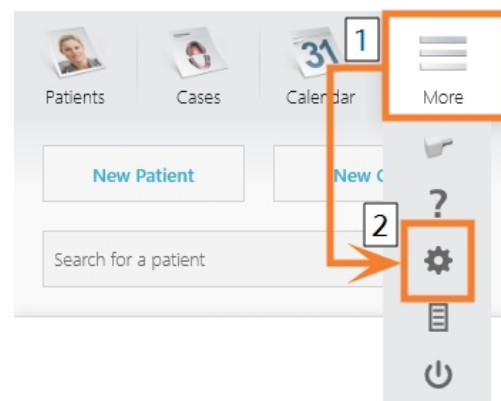

Abb. 17 – DIE EINSTELLUNGEN IN TRIOS DESIGN STUDIO ÖFFNEN
14. Wählen Sie in der Menüleiste **Mehr**. Wählen Sie aus dem Aufklappmenü das Symbol **Einstellungen** (☞ Abb. 17 – unten).